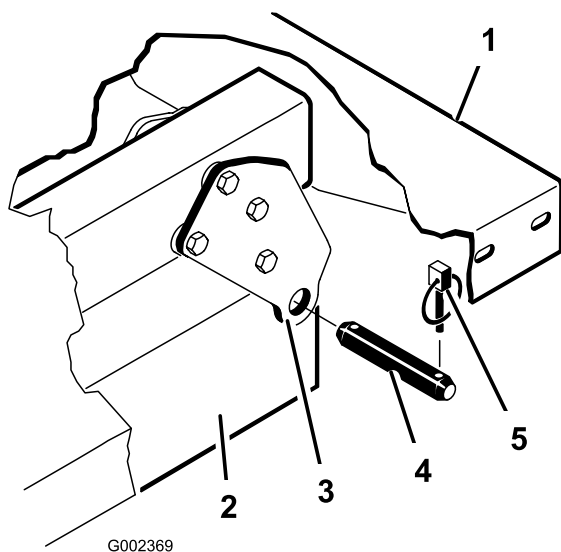

Figura 12
Nota: Verificate che le piastre di rotazione posteriori siano bullonate al telaio o al profilato del pianale in modo che l'estremità inferiore sia piegata verso l'esterno (Figura 12).
2. Collocate con cautela il pianale sul telaio del veicolo, allineando i fori della piastra di rotazione posteriore del pianale ai fori del profilato del telaio posteriore, quindi montate due perni con testa e gli acciarini (Figura 12).
3. Con il pianale abbassato, fissate l'estremità di ogni asta del cilindro alla fessura pertinente nelle piastre di fissaggio del pianale, usando un perno con testa ed un acciarino. Inserite il perno con testa dall'esterno del pianale, con l'acciarino verso l'esterno (Figura 12). Le fessure posteriori sono destinate al montaggio del pianale integrale, mentre quelle anteriori sono destinate al montaggio del pianale a 2/3.